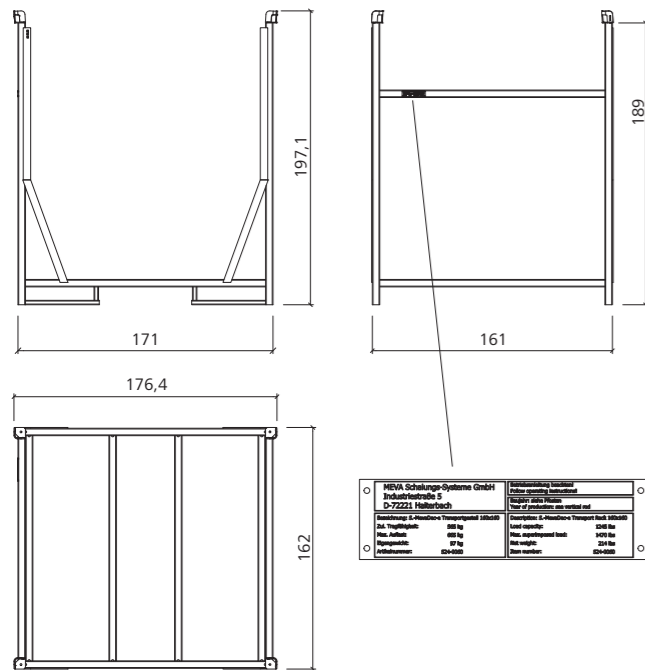

Fig. 1
- Ne pas utiliser le S.-MevaDec-e Rack de stockage panneaux 160/160 si la plaque d'identification est manquante ou si les charges qui y sont indiquées sont illisibles (Fig. 1 et Fig. 9). Si la plaque d'identification ne figure pas sur le rack, cette notice d'utilisation n'a aucune validité (voir point 8).